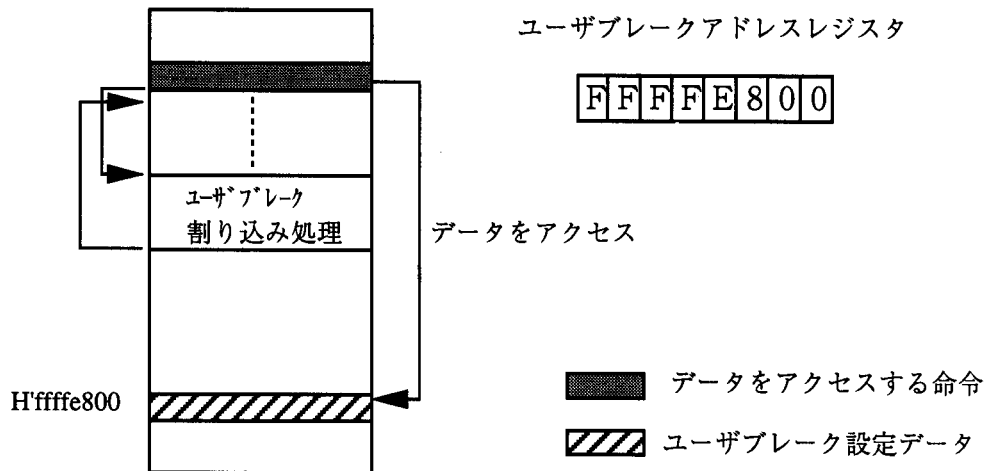

図1 ユーザブレイクコントローラの動作ブロック図
- (1) 図1に示すようにユーザブレイク アドレスレジスタに設定したブレイクポイント (FFFFE800番地)にあるデータをアクセスし、ユーザブレイク割り込みを発生します。
- (2) ブレイク条件はCPUによる1バイトデータのライトです。